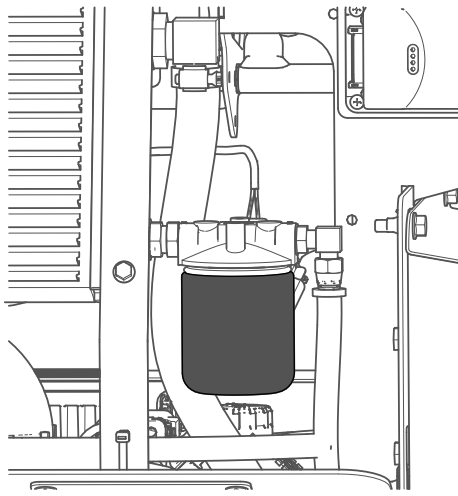

Figura 51
- A. Localice y retire el filtro hidráulico pequeño (Figura 51).